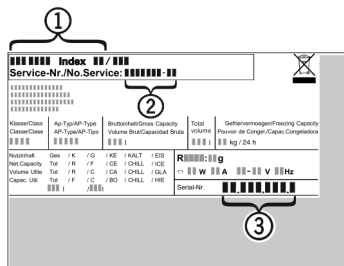

Fig. 35
- ▶ A készülék megnevezését Fig. 35 (1), a szerviz- Fig. 35 (2) és sorozatszámot Fig. 35 (3) a típus tábláról olvassa le. A típus tábla a készülék belsejében baloldalon található.
- ▶ Értésítse a vevőszolgálatot a hibáról, és adja meg nekik a készülék megnevezését Fig. 35 (1), a szerviz- Fig. 35 (2) és a sorozatszámot Fig. 35 (3).